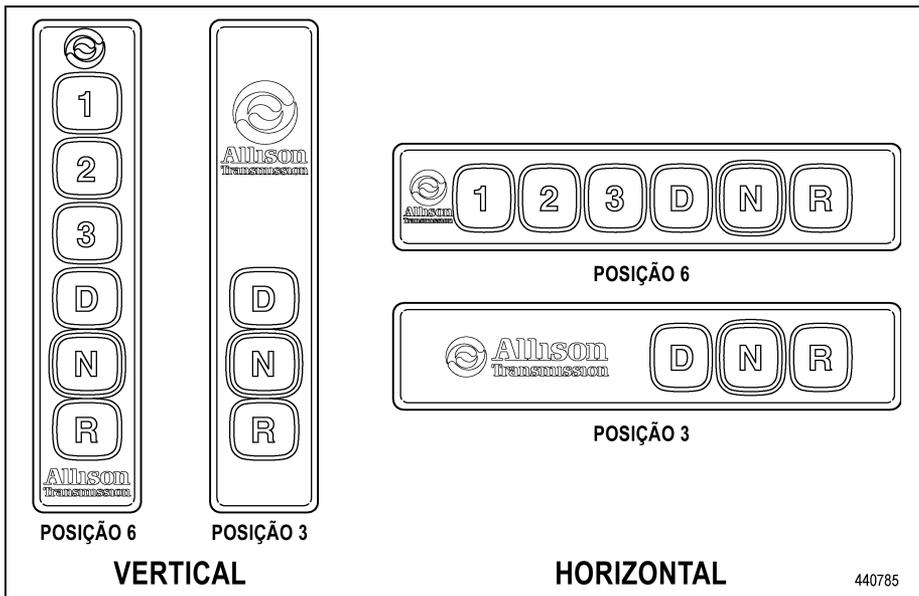

Figura 4–2. Seletores de mudança típicos Allison de botão de faixa de 5ª geração
4.1.1 USANDO O SELETOR DE MUDANÇA DE TECLADO PARA SELECIONAR A MARCHA. Consulte Figura 4–1.
Descrição das marchas disponíveis (consulte Figura 4–1)